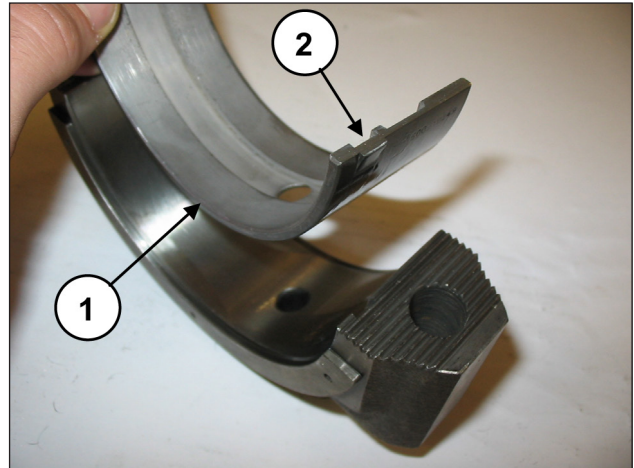

Abb. 82
Montieren Sie die unteren Lagerschalen an die Pleueldeckel (Pos. ①, Abb. 82) und vergewissern Sie sich dabei, dass die Bezugsmarkierung der Lagerschalen in der entsprechenden Aufnahme am Deckel zu liegen kommt (Pos. ②, Abb. 82).